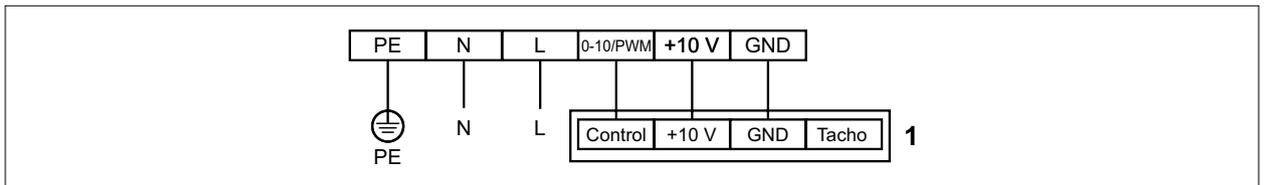

Fig. 6.1 Esquema de conexión del regulador de velocidad proporcional 0 - 10 V
- ▶ Fig. 6.1 Esquema de conexionado del regulador de velocidad proporcional 0 - 10 V Respetar